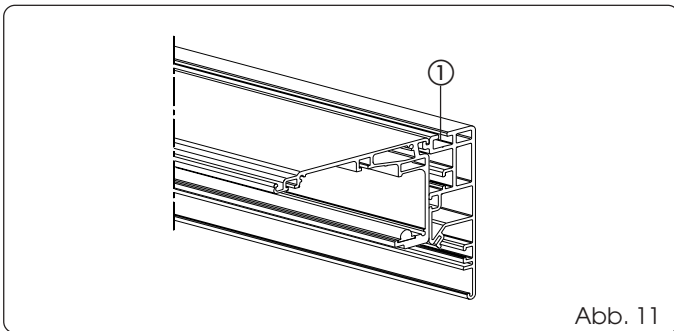

Abb. 11
Je nach Länge des Querträgers können Zwischenbefestigungen erforderlich sein, wobei die in Abb. 11 Bez. ①. angegebene Führung in Anspruch genommen wird.